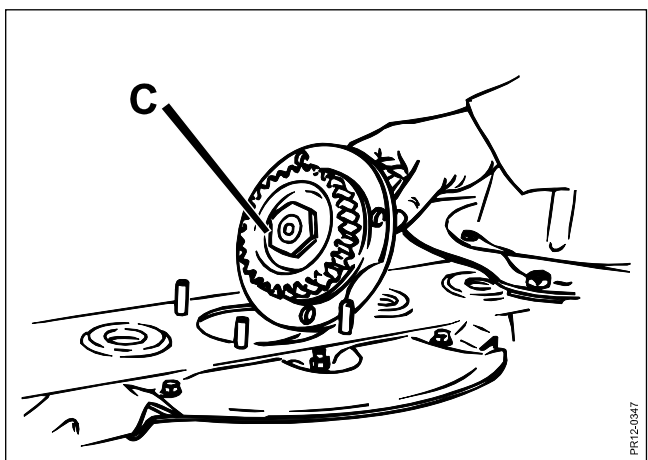

Fig. 5-10
- Fig. 5-10 Der anvendes en knivbjælke, hvor hver enkelt nav **C** under skiverne let lader sig udskifte fra oven af (Top Service bjælke).